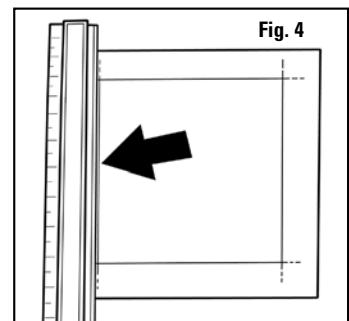
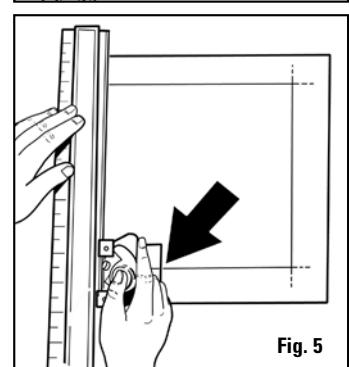

Fig. 4
Fig. 5
2. Coloque la lámina perimétrica cara abajo sobre la Hoja de respaldo. Ponga el Borde Recto EXACTAMENTE sobre la franja de la mano izquierda para alinear el borde exterior del canal a lo largo de la línea de lápiz. Fig. 4. Asegúrese que el bulbo de la lámina perimétrica esté al lado de la mano derecha del borde recto. Tener la lámina perimétrica al lado izquierdo del borde recto daría lugar a un corte invertido del cartabón. Enganche el Cortador de Bisel 302 sobre el borde recto encajando las guías de nylon negro sobre el borde levantado del canal. Coloque el cortador de lámina perimétrica de modo que la línea del indicador de plata se alinee con la línea a lápiz de abajo que interseca. Fig. 5